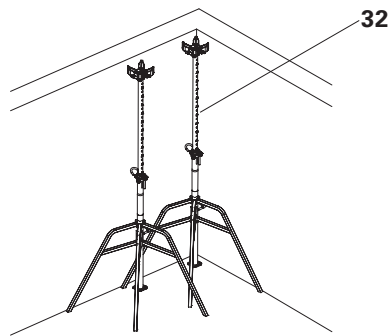
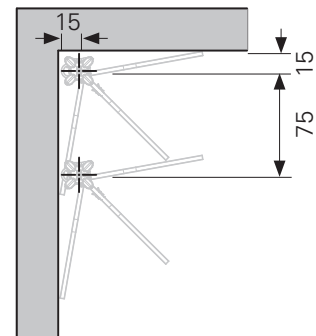

Fig. D2.01
Fig. D2.01a
1. Placer deux étais à tête d'étais DFH (32) et les bloquer en position à l'aide de trépieds. Autre solution pour les bloquer : PEP cadre PRK (75 et 120). (Fig. D2.01). Placer le premier étau dans un coin avec une distance de 15 cm par rapport aux deux voiles. (Fig. D2.01a)
2. Placer le 2^{ème} étau sur le voile le plus court, à une distance de 75 cm du 1^{er} étau. (Fig. D2.01a)